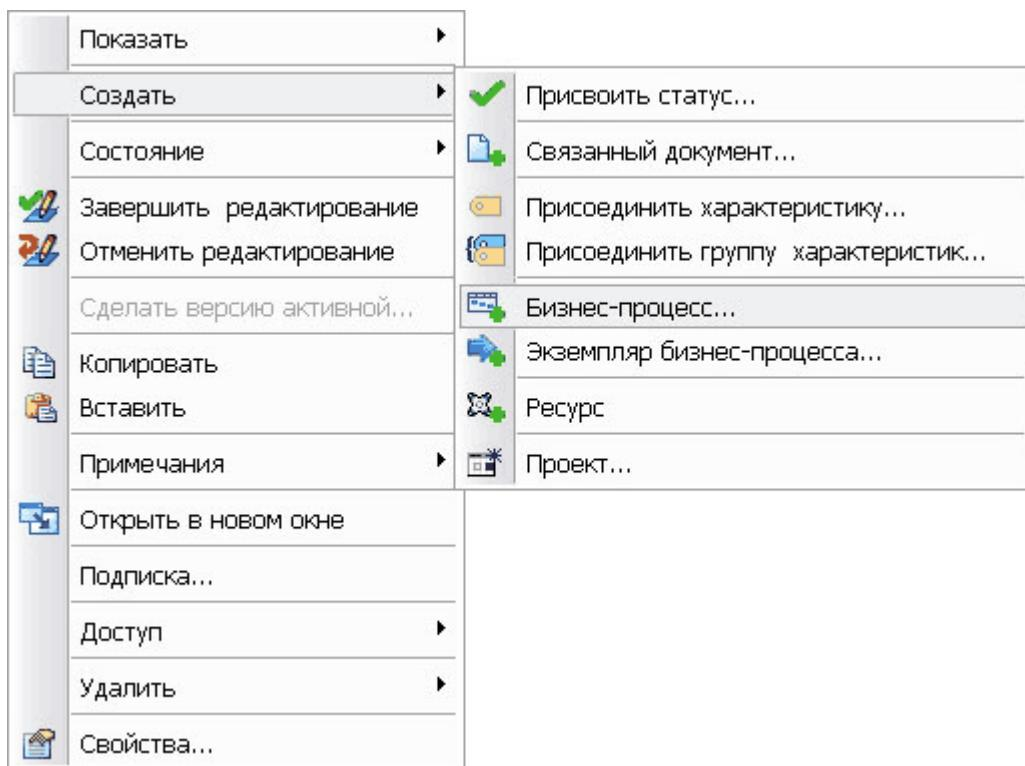

Рис. 182
2. В контекстном меню бизнес-процесса выберите пункт **Создать → Бизнес-процесс...** (Рис. 182). Также можно в контекстном меню окна свойств выбрать пункт **Создать бизнес-процесс...** (Рис. 183).